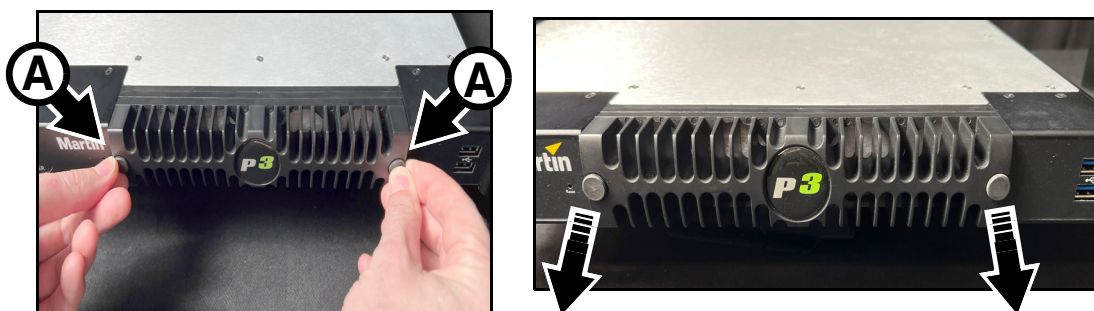

Figure 8: Accès aux filtres à air du P3-175
2. Voir Figure 8. Dévissez les deux molettes **A** de la grille (fléchées) et dégagez la grille du panneau avant.